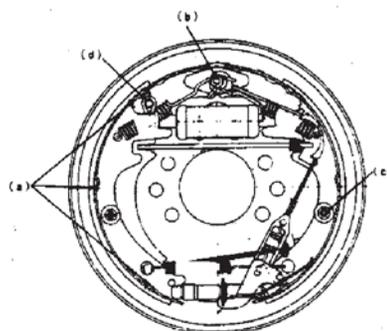

Fig. 4.11
(4) Applicare grasso resistente al calore sui punti indicati in Fig. 4-11, prestando particolare attenzione a non contaminare il rivestimento con il grasso.